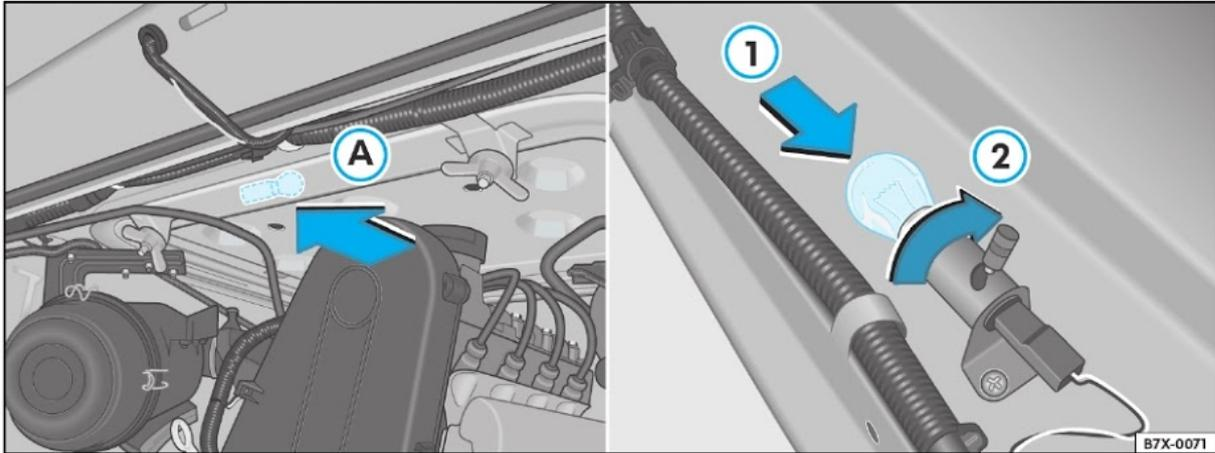

Fig. 90 Localização A e substituição da lâmpada da iluminação do compartimento do motor
- Pressione a lâmpada queimada ⇒ Página 135, fig. 90 ① gire-a no sentido anti-horário ao mesmo tempo ② para removê-la.